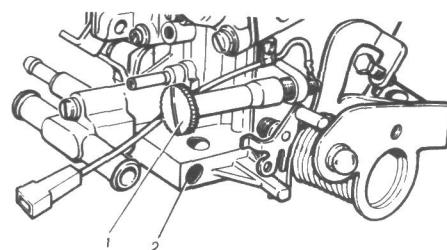

Рис. 81. Регулировочные винты карбюратора: 1 — винт количества смеси; 2 — винт качества смеси
2. Частоту вращения коленчатого вала на режиме холостого хода 750—800 мин⁻¹ самостоятельно допускается регулировать только винтом 1 (рис. 81) количества смеси. Винт 2 качества смеси с контролем токсичности отработавших газов карбюратор регулируют только на станции технического обслуживания. С этой целью винт 2 закрыт пластмассовой заглушкой. При нарушении или отсутствии этой заглушки за перерасход топлива и повышенное содержание CO в отработавших газах завод ответственности не несет.